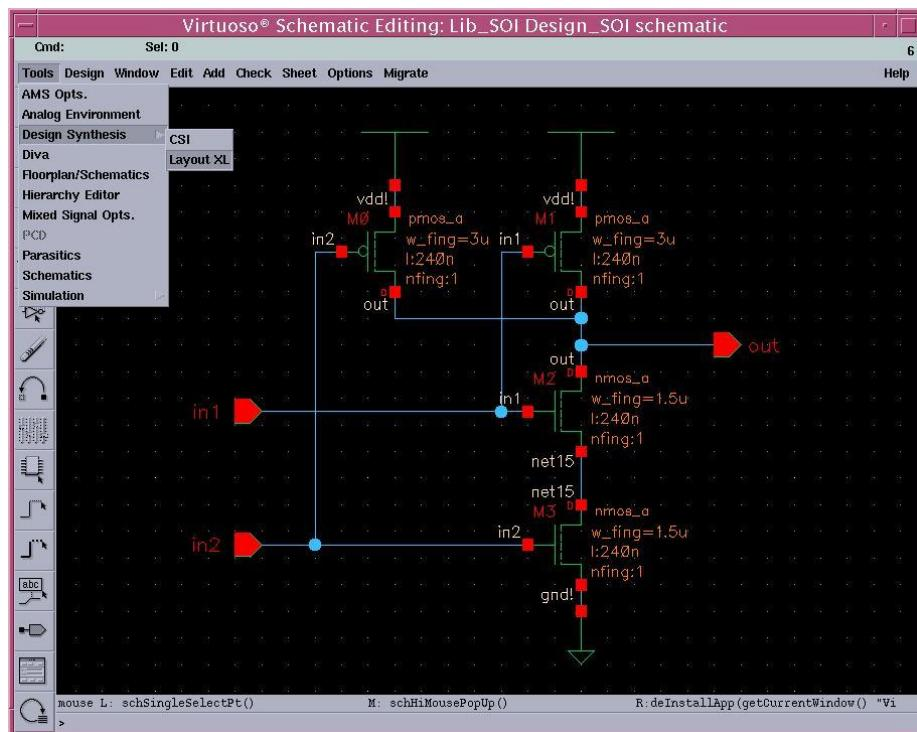

Рис. 7.1. Запуск Virtuoso XL Layout из редактора электрической схемы.
- 2) В окне Composer Schematic выбрать пункт меню *Tools->Design Synthesis->Layout XL* (рис. 7.1). Появится окно, где необходимо задать имя ячейки и ее топологическое представление (“layout”). После этого откроется окно топологического редактора Virtuoso XL Layout Editor.